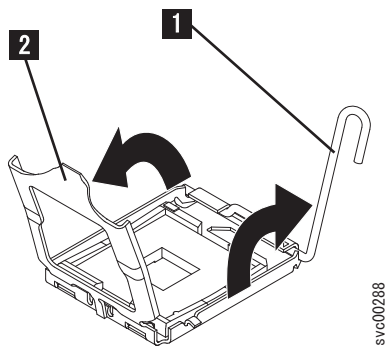

図 257. 全開状態のマイクロプロセッサ解放レバーとブラケット・フレーム
4. マイクロプロセッサの解放レバー（291 ページの図 257 の **1**）を開いて、完全に開いた位置にします。
5. マイクロプロセッサ・ブラケット・フレーム (図 257 の **2**) を開きます。